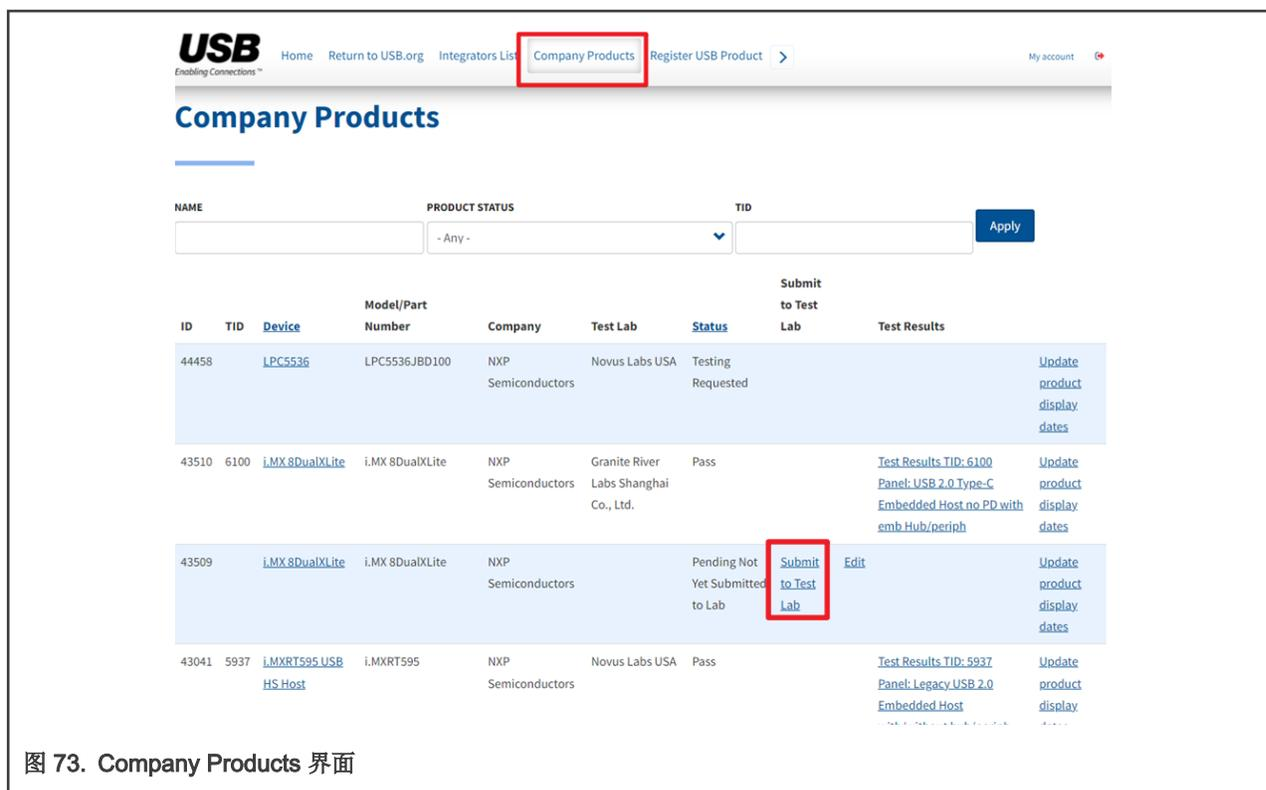

图 73. Company Products 界面
- 如 图 73 所示点击刚刚注册的产品后面的 **Submit to Test Lab** 链接。并且在跳转的界面中选择你进行认证的实验室，点击 **Submit**。